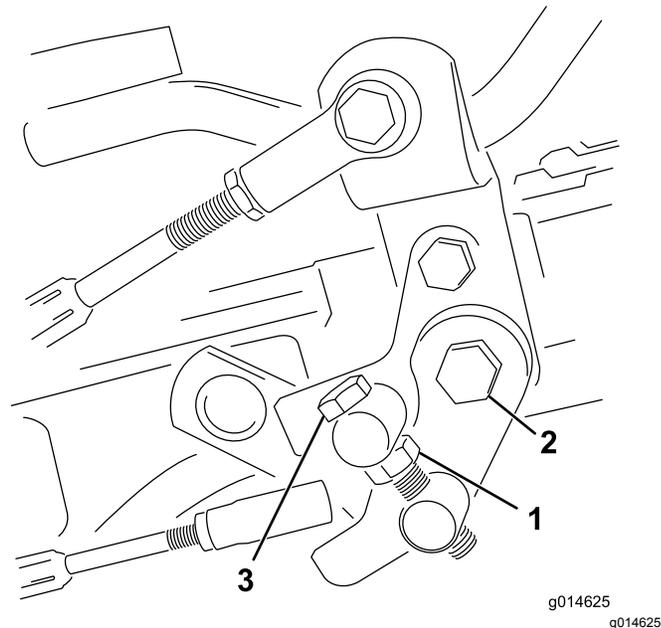

図 46
1. トラニオンボルトのジャムナットをゆるめる **図 46**。
4. トラニオンボルトのジャムナット、およびペダルピボットのナットを締め付けて調整を固定する **図 46**。調整を確認し、必要に応じて再調整する。